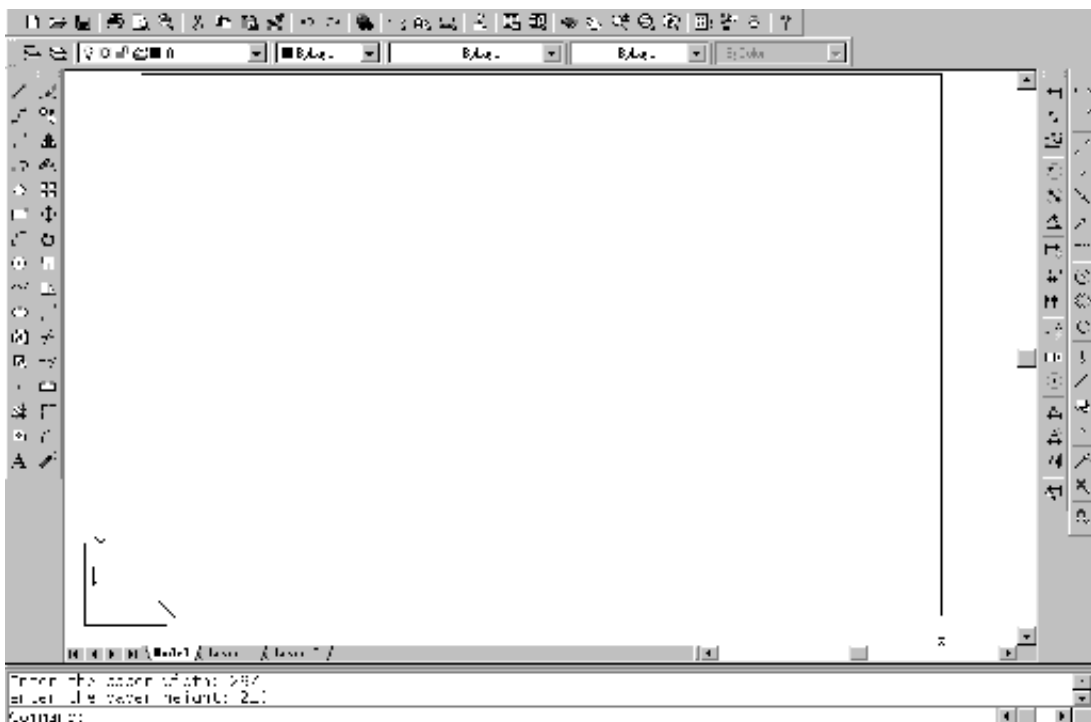

图 1-4 比例选择后的窗口
- (1) 输入命令 Mvsetup，回车。
- (2) 输入 n，回车(不在模型空间绘图)。
- (3) 输入 m，回车(选米制单位)。
- (4) 输入 100，回车(选 1:100 的比例)。
- (5) 输入 297，回车(设定图纸宽度为 297mm，即中国制图标准 A4 纸的宽度)。
- (6) 输入 210，回车(设定图纸高度为 210mm，即中国制图标准 A4 纸的高度)，详见图 1-4。